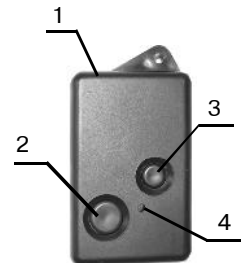

Рис. 1.
Внешний вид КТС-РК приведен на рис. 1. Основными элементами КТС-РК являются: корпус (1), кнопка для подачи извещения «Тревога» (2), кнопка для подачи тестового извещения (3), светодиодный индикатор (4).